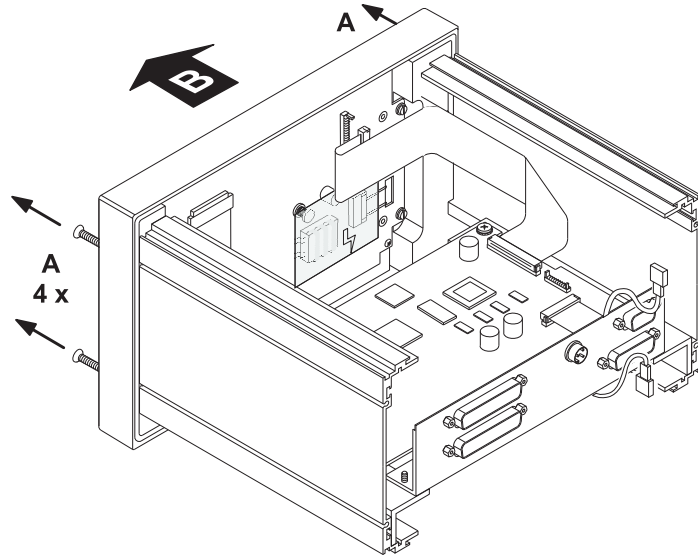

Bild D 7-17: Lösen und Entfernen der gesamten Frontblende
3. Lösen und entfernen Sie mit einem geeigneten Schraubendreher die Kreuzschlitzschrauben (A) von der Frontblende. (Bild D 7-17)
4. Klappen Sie die Frontblende nach vorne auf die Arbeitsplatte (B). (Bild D 7-17)